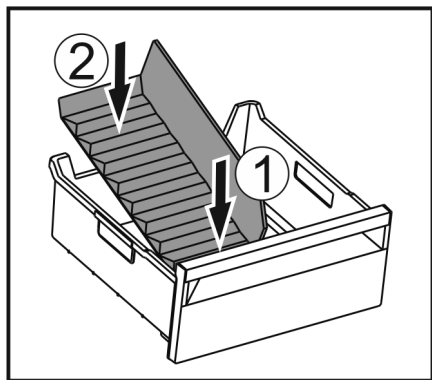

Fig. 127
- ▶ Włożyć przednią część separatora do szuflady na łód. Fig. 127 (1)
- ▶ Tylną część separatora do szuflady na łód opuścić na dno szuflady. Fig. 127 (2)